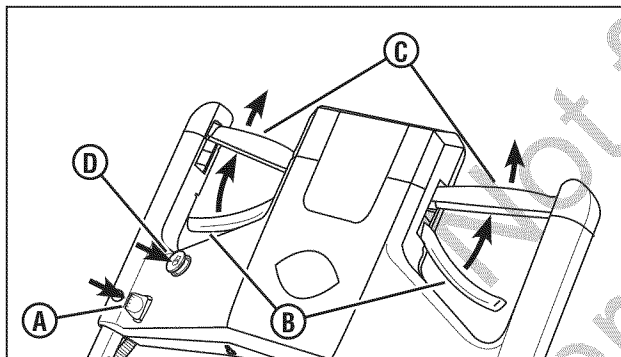

Figura 3: Encendido del cortacésped
1. Enchufe la llave de acceso (A, Figura 3) en la ranura de conexión de la consola de control.
2. Apriete el control de la cuchilla (B) contra el control de transmisión (C).
4. Oprima el botón de arranque (D) para arrancar el motor.